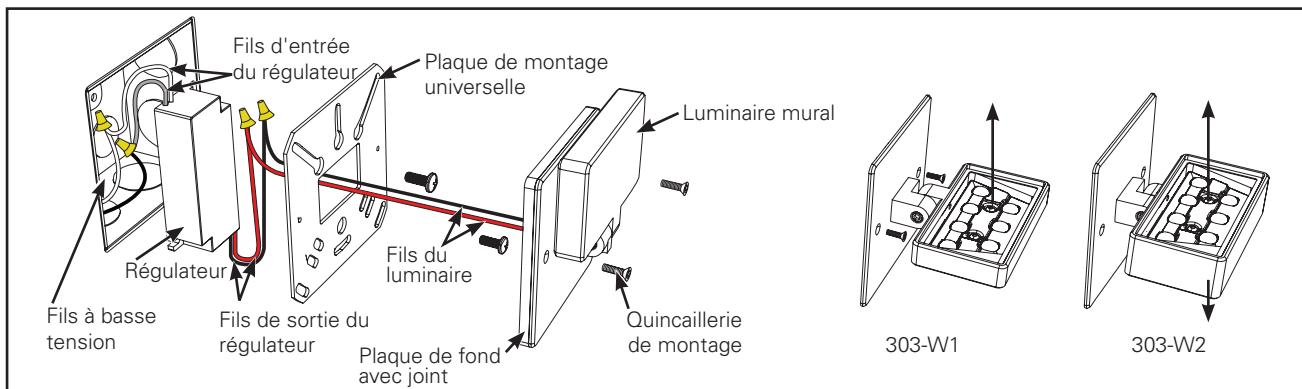

Figure 1.
1. Déballez le luminaire mural EON et vérifiez que vous disposez bien de toutes les pièces (luminaire 303-W1 ou 303-W2, plaque de montage universelle, 2 vis 8-32 à tête plate, et conducteur de classe2). Les articles suivants sont nécessaires, mais ne se trouvent pas dans l'emballage: connecteurs de fils, clé hexagonale 5/64 po et 9/64 po et quincaillerie de fixation de boîte de jonction. (Figure 1.)